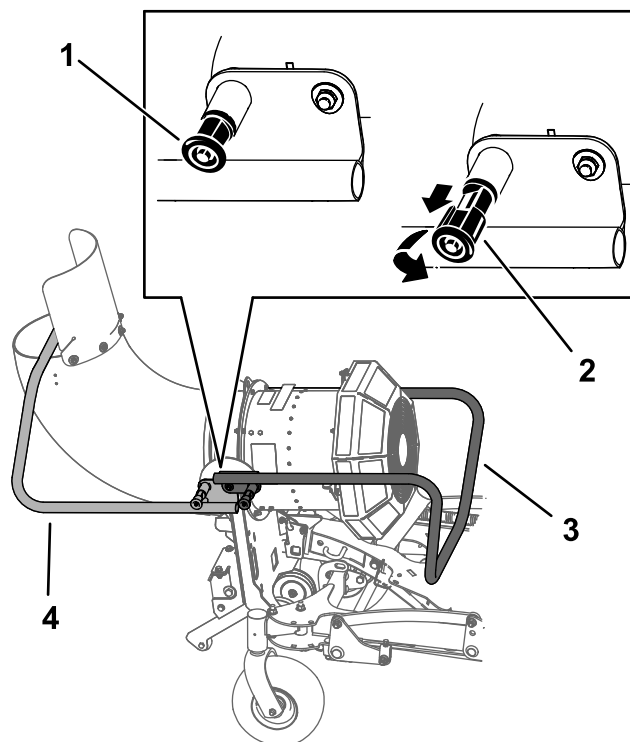

Figure 26
3. Sortez les goupilles de verrouillage de la béquille de chaque côté de la machine, tournez-les de 90 degrés pour les désengager et levez la béquille (Figure 26). Engagez les boutons pour que les goupilles s'enclenchent en position.